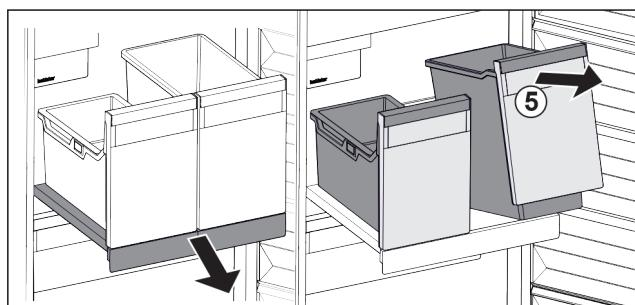

Fig. 123
- Приподнимите контейнеры Fig. 123 (5) спереди.